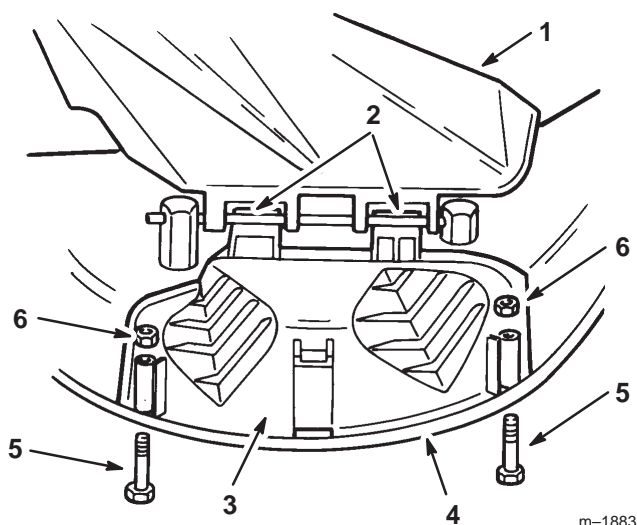

Figure 14
2. Soulevez le déflecteur d'herbe et glissez les pattes d'accrochage de l'obturateur d'éjection sous l'axe de pivotement du déflecteur d'herbe. Abaissez l'obturateur d'éjection sur le bord inférieur du carter de tondeuse pour fermer l'ouverture (Fig. 14).
3. Fixez l'obturateur d'éjection au bord inférieur du carter de tondeuse à l'aide des boulons et des écrous (Fig. 14).